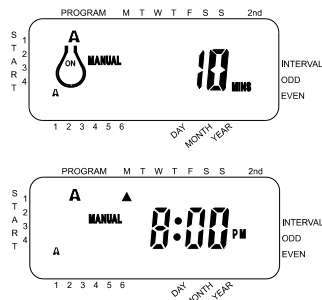

Ilustración 11: Riego manual ya sea en el programa A o en el B únicamente
- Para activar cada una de las estaciones a signadas períodos de riego para el programa A únicamente, oprima la tecla **MANUAL**, seguida por la tecla **SIGUIENTE**. Esto activará las estaciones con períodos de riego asignados únicamente en el programa A. Para iniciar el riego semiautomático, oprima **ENTRADA** [Vea la ilustración 11].